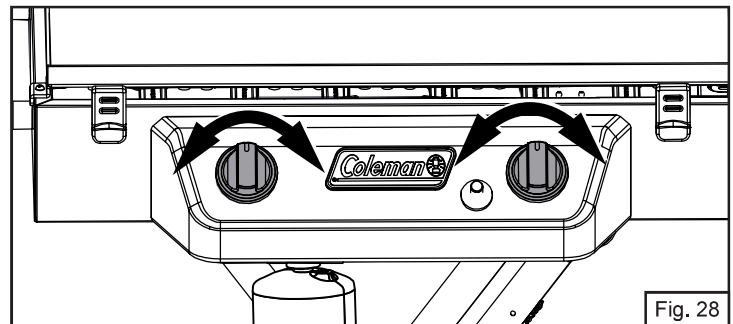

Fig. 28
2. Réglez la flamme avec le boutons de commande (Fig. 28).